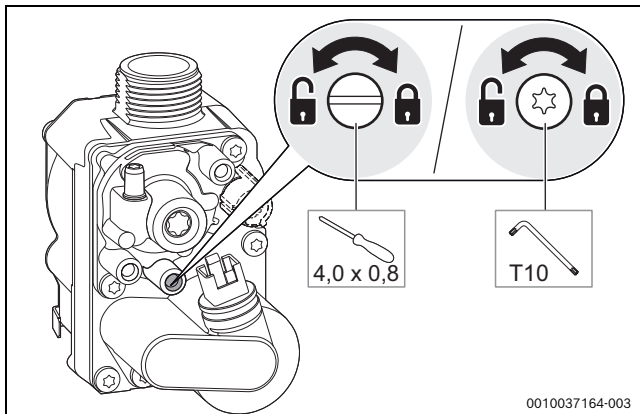

Fig. 101 Măsurată presiunea de racordare a gazului
- ▶ Desfaceți șuruburile de la orificiul de măsurare pentru presiunea de racordare a gazului prin 2 rotiri (→ Fig. 101).